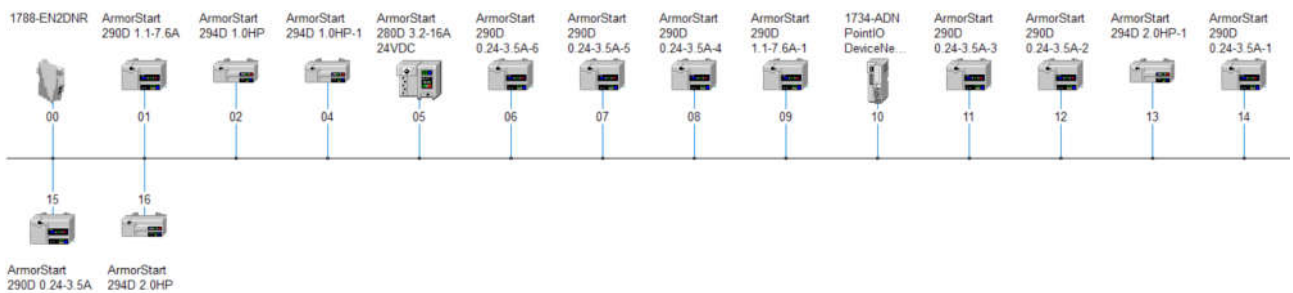

图1
1.7 ArmorStart是利用DeviceNet总线模式通过D网转E网通讯模块(1788-EN2DNR)与PLC进行通讯的^[1](如图1)。